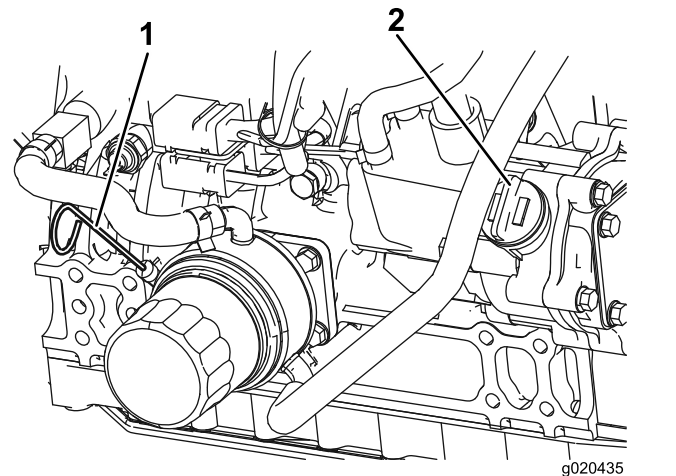

Figura 40
El nivel de aceite debe estar en el intervalo seguro (Figura 40).
4. Si el nivel de aceite está por debajo del intervalo seguro, retire el tapón de llenado (Figura 40) y añada aceite hasta que el nivel llegue a la marca Full (lleno).